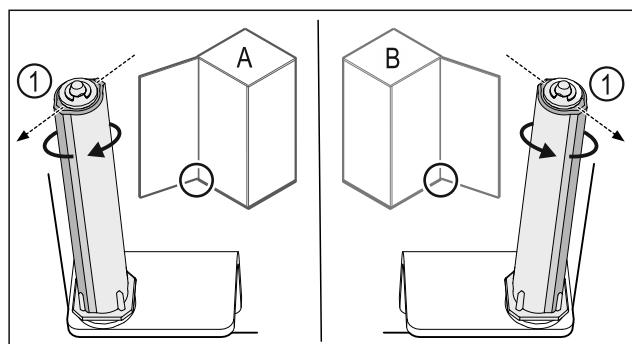

Fig. 49 Linksschlag (A) / Rechtschlag (B)
- Schließsystem gegen den Widerstand drehen, bis der Steg des Schließsystems Fig. 49 (1) nach außen zeigt.